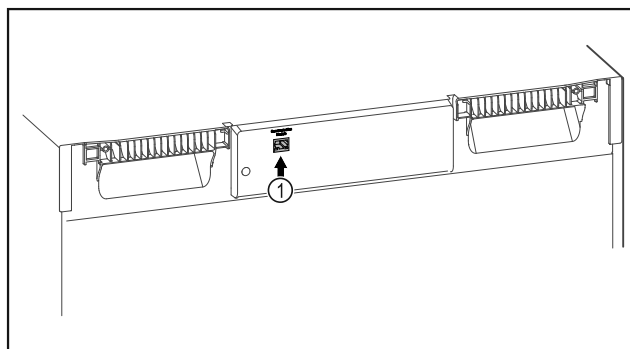

Fig. 79
- ☐ **Smart odul** — Fig. 79 (1) установлен.